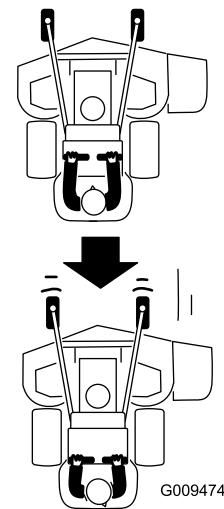

Рисунок 21
- Медленно потяните рычаги управления движением назад (Рисунок 21).